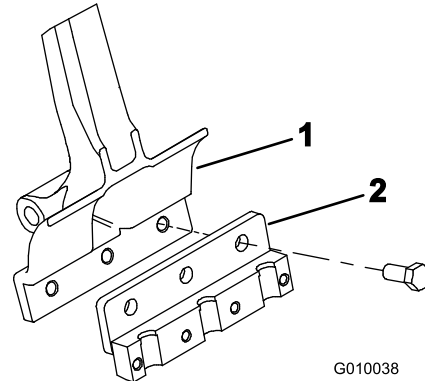

Figure 23
3. Montez un porte-louchets sur chaque bras d'aération avec 3 boulons ($\frac{1}{2} \times 1\frac{1}{4}$) (Figure 23). Serrez les boulons à 101,6 N·m.